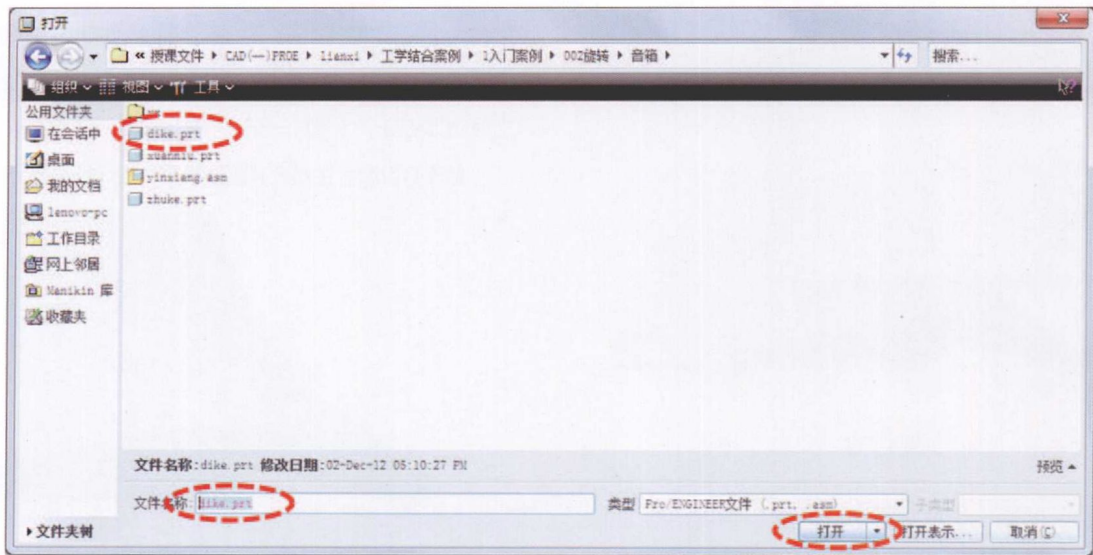

图1-29
(20) 在组件被激活的状态里选择“插入”→“元件”→“装配”命令，弹出“打开”对话框，在该对话框中找到之前保存的“dike.prt”模型文件并将其打开，将其装配进YINXIANG.ASM组件里（图1-28和图1-29）。